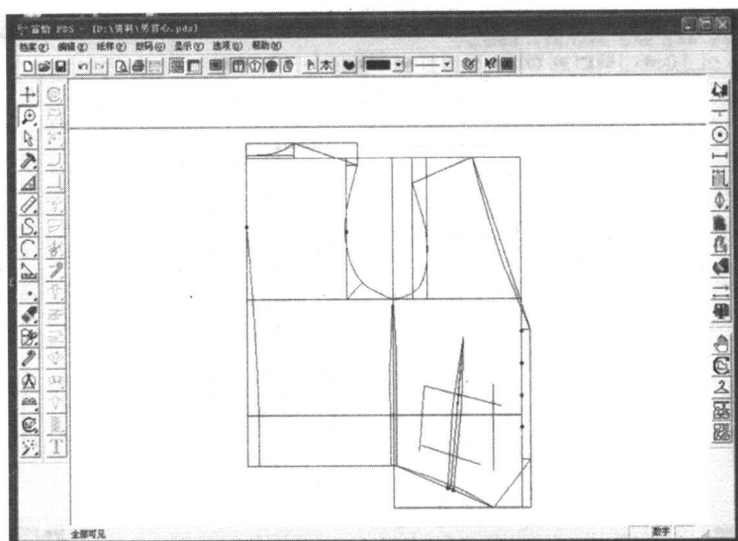

图 1-4-1
1. 打开素材文件 pds1-4, 如图 1-4-1 所示。